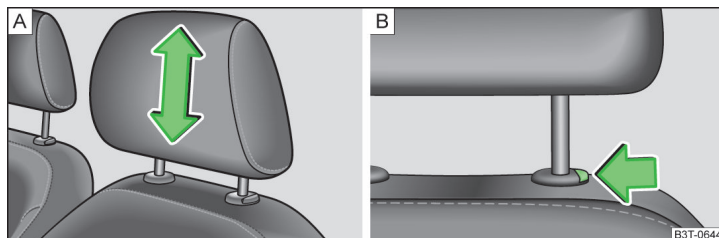

Fig. 68 Tetiere: reglarea / demontarea
- › Prindeți tetiera din lateral, cu ambele mâini și mișcați-o în sus, după dorință » fig. 68 - [A].
- › Dacă doriți să împingeți tetiera în jos, trebuie să apăsați tasta de siguranță » fig. 68 - [B] cu o mână și să o mențineți apăsată, iar cu cealaltă mână să apăsați tetiera în jos.
- › Apăsați tasta de siguranță în sensul săgeții » fig. 68 - [B] și trageți afară tetiera.